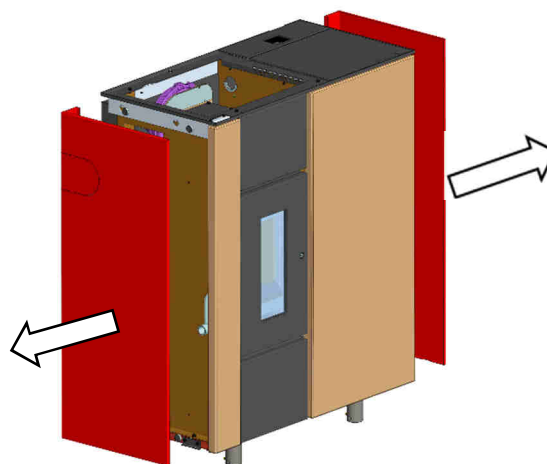

Fig. 21 : démontage des habillages latéraux
3. Démontez les habillages en les tirant à l'horizontale (Fig. 21).